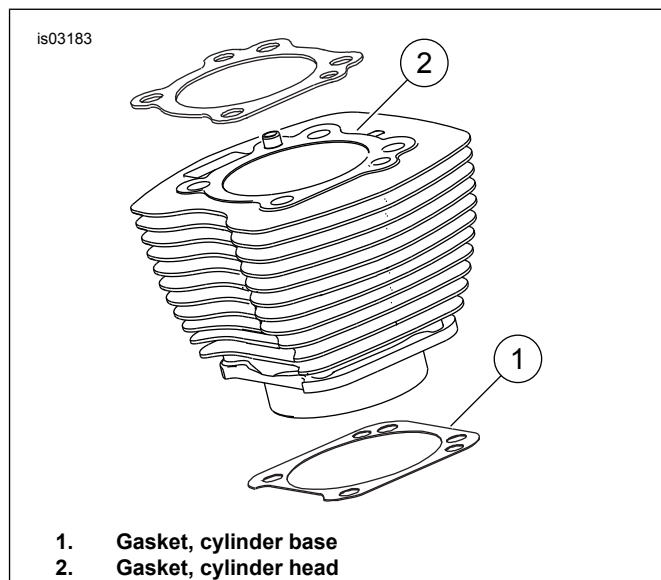

Figure 1. Mga Cylinder Gasket
- Tingnan ang Figure 1 . Ang 103.1 mm (4.060 pulgada) na cylinder base gasket (1) at ang cylinder gasket (2) ay nagtatanggal sa pangangailangan ng mga O-ring. Huwag gumamit ng mga O-ring sa mga cylinder dowel o mga cylinder spigot.
- Kapag nagkakabit ng bagong base gasket (1), ikabit na ang naka-emboss na bahagi ay nasa baba at ang concave ay nasa taas.